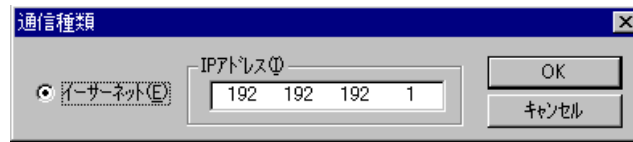

図 4-3 [通信種類] 画面
- (3) [NX/Tools-S10V] 画面の **接続PCs変更** ボタンをクリックしてください。接続回線種別の選択画面 (図 4-3) が表示されます。CMUモジュールの「IPアドレス」を入力して **OK** ボタンをクリックしてください (回線種別選択についての詳細は、「5.6 接続PCs変更」を参照してください)。先の設定を変更しない場合は、**キャンセル** ボタンをクリックしてください。